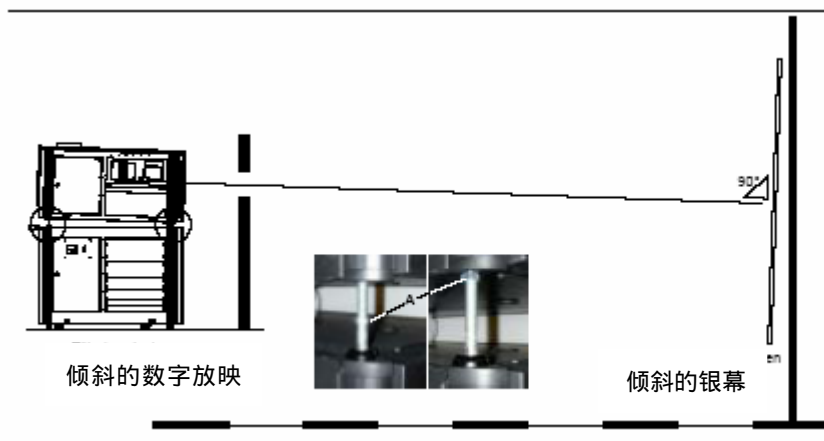

图 7-5 数字放映机的倾斜
- 用36 mm扳手松开锁定支脚上的螺母 (A)。
- 拧紧相应的螺母 (A)，固定4个支脚的高度。(图 7-5)